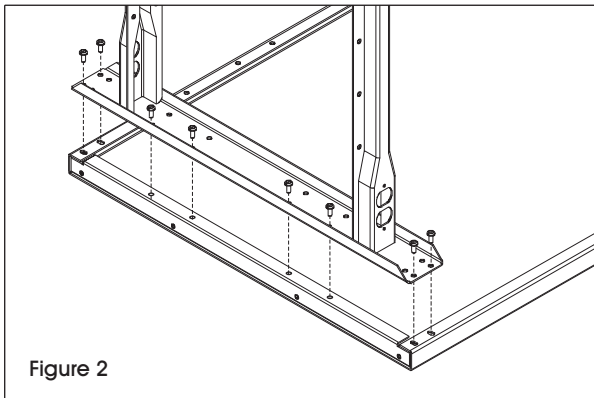

Figure 2
1. Align leg holes to end of tabletop. Secure with eight 1/4"-20 x 5/8" bolts. Threaded inserts are provided on each tabletop end. (See Figure 2)
1. Alignez les trous des pieds sur les extrémités de la surface de table. Fixez avec huit boulons de 1/4 po-20 x 5/8 po. Des embouts filetés sont disponibles à chaque extrémité de la surface de table. (Voir Figure 2)